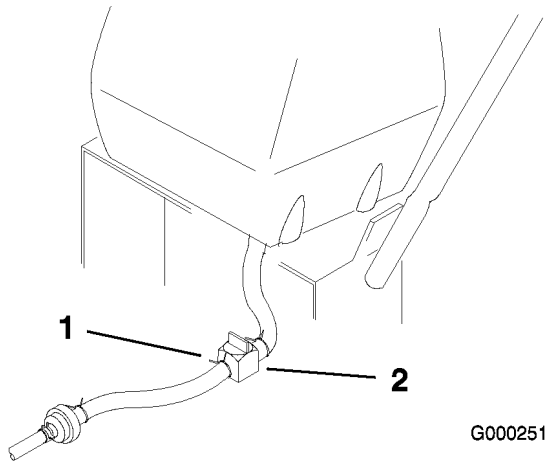

Figura 33
2. Cierre la válvula de cierre de combustible del depósito de combustible (Figura 33).
3. Apriete los extremos de la abrazadera y deslícela por el tubo alejándola del filtro (Figura 33).
4. Retire el tubo de combustible del filtro (Figura 33). Abra la válvula de cierre del combustible y deje que la gasolina se drene en un recipiente.
6. Abra la válvula de cierre de combustible del depósito de combustible (Figura 33).